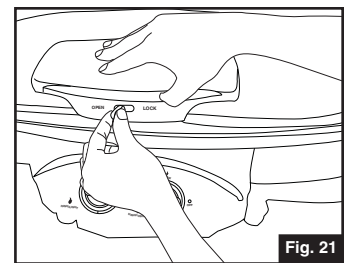

Fig. 21
- Para abrir la tapa, mueva la palanca a la posición de "Open" (Abierto) y hálela hacia arriba. (Fig. 21)